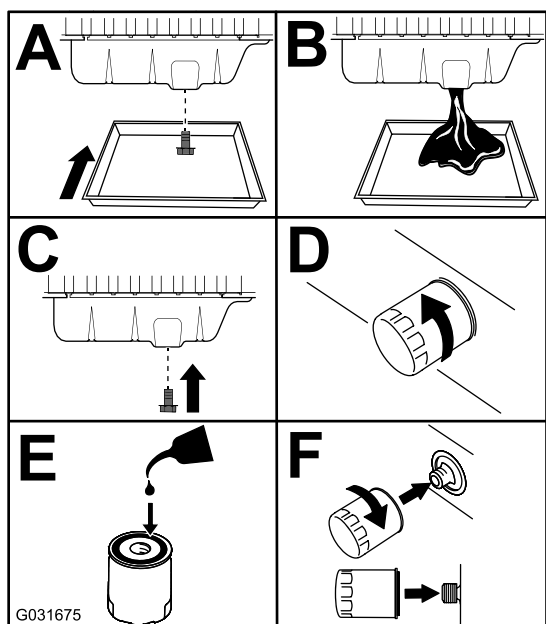

Figura 54
3. Sostituite l'olio motore e il filtro (Figura 54).